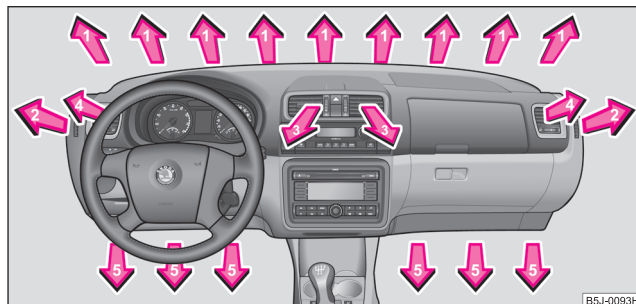

Fig. 95 Difusores de salida de aire
- Abrir los difusores **4** ⇒ **página 109, fig. 95** y dirigirlos hacia el cristal lateral.
- Abrir los difusores de salida de aire **4** ⇒ página 109, fig. 95 y dirigirlos hacia el cristal lateral.